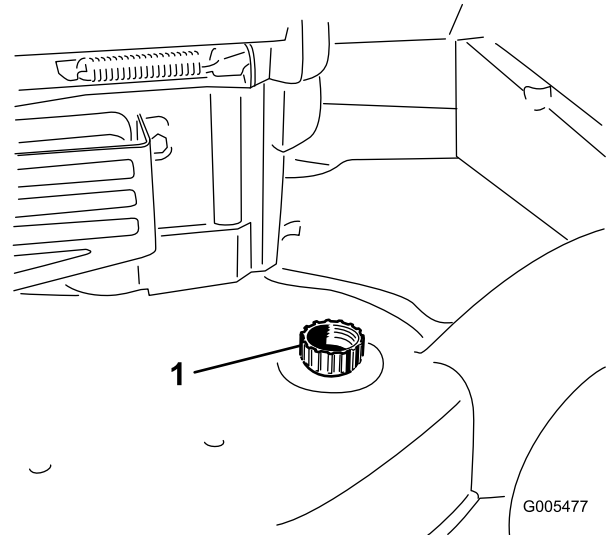

Bild 39
3. Befestigen Sie einen Gartenschlauch, der an einen Wasserhahn angeschlossen ist, am Wasseranschluss am Maschinengehäuse (Bild 39).